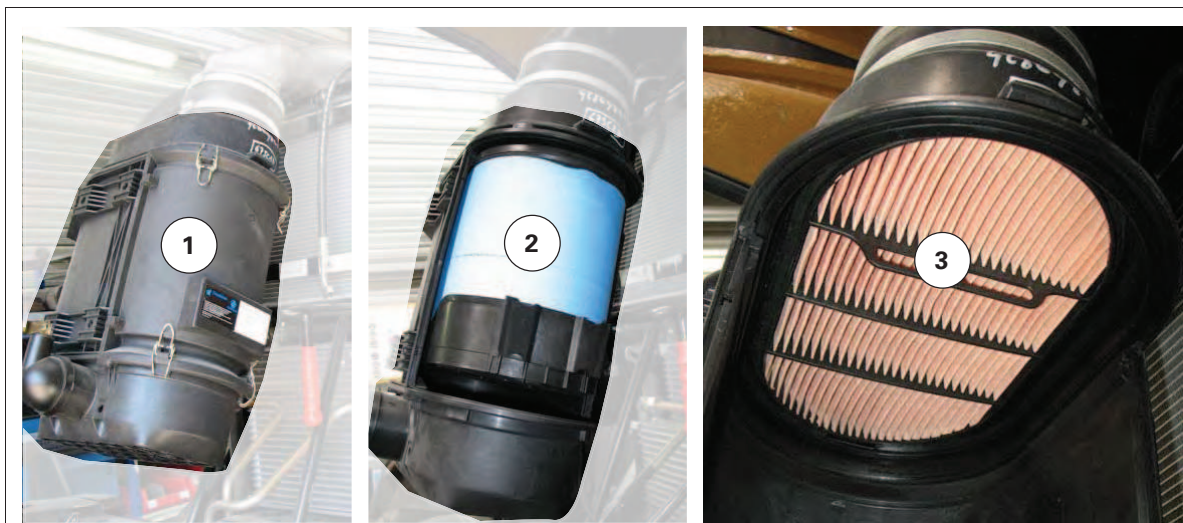

Fig. 14.
- Sustituya el filtro principal (2) *fig. 14* cuando el testigo de obstrucción se haya encendido tres veces, una vez al año o cada 1.200 horas.
- Sustituya el filtro secundario (3) *fig. 14* después de cinco limpiezas, una vez al año o cada 1.200 horas.
Retire el filtro principal (2) y el secundario (3). Para acceder a los filtros, abra y retire la placa de recubrimiento (1) fig. 14.